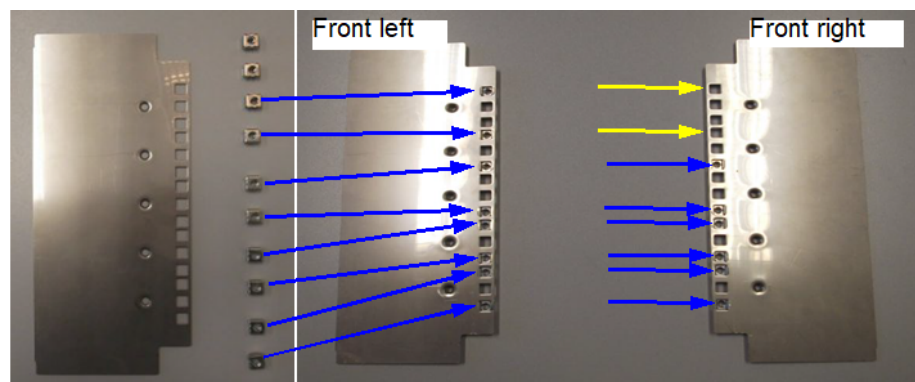

Figure 16: Preinstalación de las chapas de soporte por delante
1. Tienda el canal de cable como se indica en la Fig. 16 en la parte posterior del armario básico.